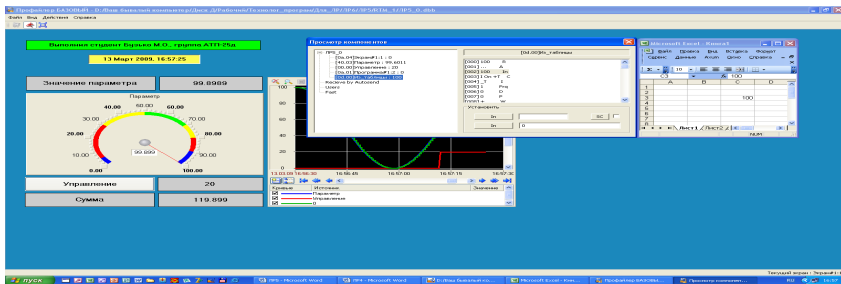

Рис. 8
4.2.9. Таким чином, в результаті спостерігатимемо наступне (рис. 8):